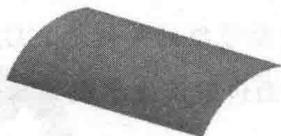

图 1.2 拉伸曲面 1
Step2. 创建图 1.2 所示的拉伸曲面 1。
(1) 选择命令。单击 **模型** 功能选项卡 **形状** 区域中的“拉伸”按钮 ，按下操控板中的“曲面类型”按钮 .
(2) 绘制截面草图。在图形区右击，从弹出的快捷菜单中选择 **定义内部草绘...** 命令；选